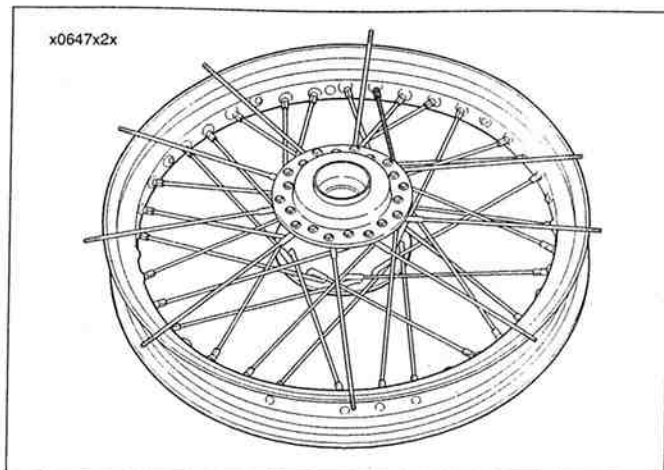

Figura 2-56. Rayo inicial – exterior del reborde superior
15. Vea la Figura 2-56. Termine de colocar los rayos exteriores del reborde superior (cabeza corta). Apunte los rayos exteriores (cabeza corta) del reborde superior a la izquierda asegurándose de que cada uno cruce cuatro rayos interiores antes de fijarlos al aro.